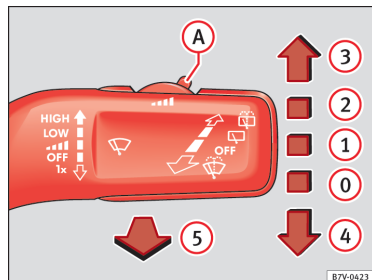

Fig. 65 Betjening af forrudeviskere
- Tryk betjeningsarmen til viskerne nedad et kort øjeblik ⇒ Fig. 65 ④.